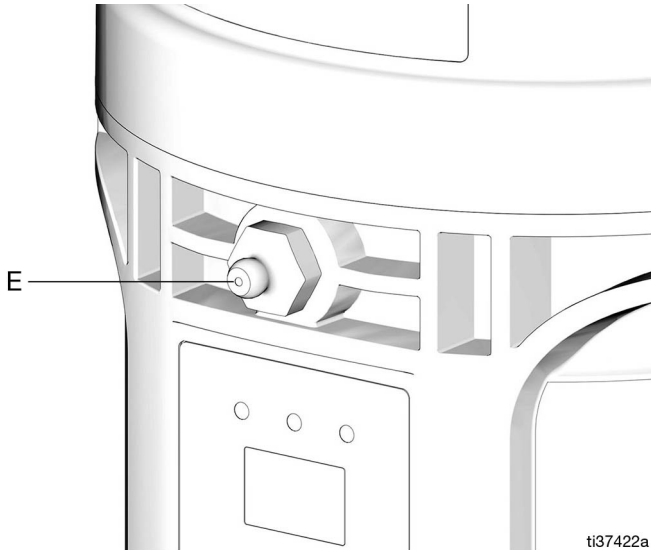

FIG. 19
1. Collegare il tubo flessibile di riempimento al raccordo di riempimento d'ingresso Zerk (E) (FIG. 19).